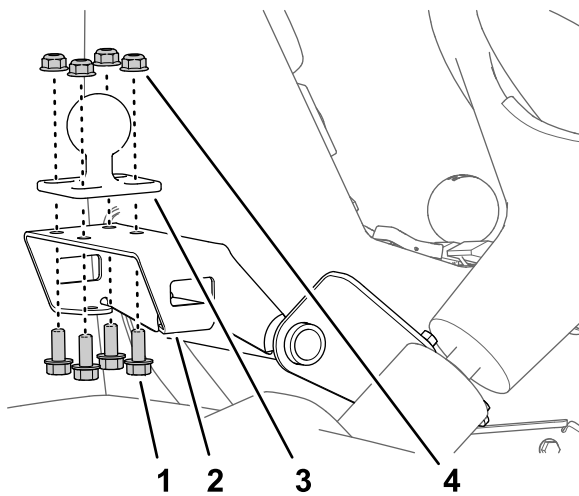

Bild 164
- Montieren Sie die Kugelbefestigung mit den vier Bundkopfschrauben (5/16" x 3/4") und vier Sicherungsbundmüttern (5/16") an der Halterung für die Monitorbefestigung (Bild 164).